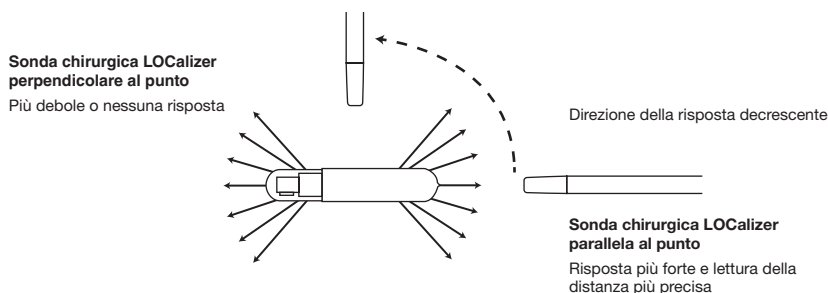

FIGURA 4. Valutazione della posizione/collocazione del punto con la sonda chirurgica utilizzando la potenza del segnale (non in scala)
** Come misurato dall'estremità della sonda chirurgica all'estremità del punto (Figura 4)